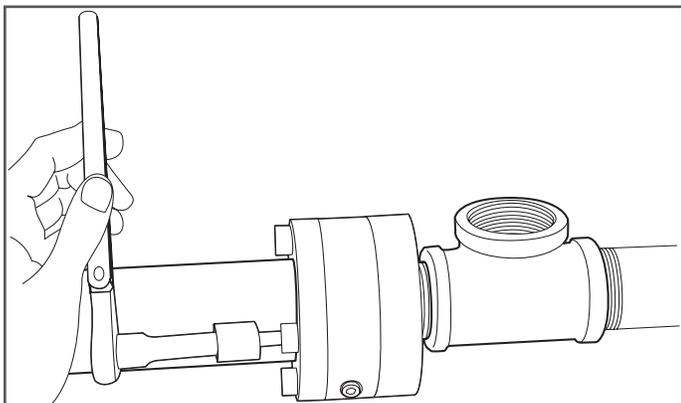

Figure 7-22
23. Serrez toutes les vis de blocage en alternance en respectant les valeurs de couple indiquées dans le Tableau 3 (Figure 7-22).